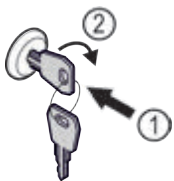

Fig. 171
- ▶ Вдавити ключ Fig. 171 (1).
- ▶ Повернути ключ на 90° за годинниковою стрілкою Fig. 171 (2).